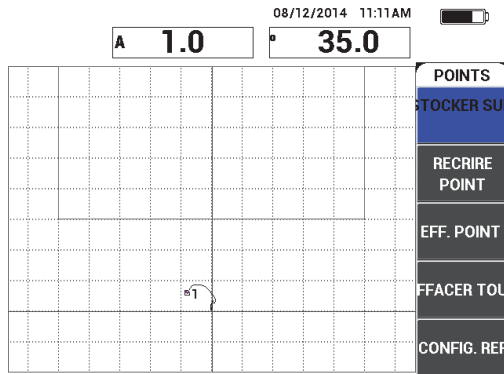

Figure 6-40 Premier point enregistré
6. Appuyez sur **STOCKER SUIVANT** (touche A) pour enregistrer le premier point (voir la Figure 6-40 à la page 164).